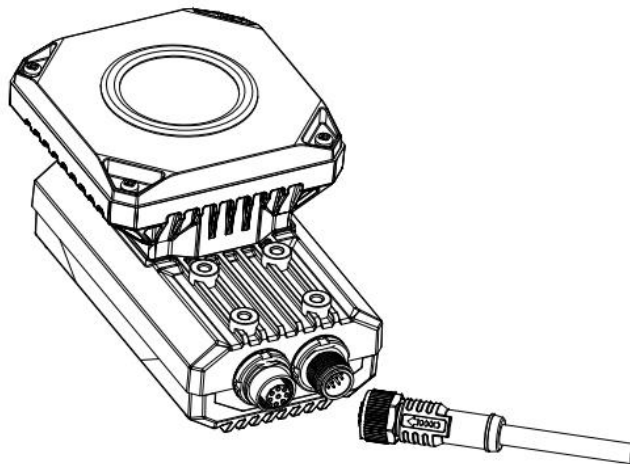

图3-4 设备 I/O 接口
3. 使用电源及 I/O 接口线缆，按照正确的接线方法接在合适的开关电源上给设备供电，如图 3-4 所示。设备接线请参考 2.4 电源及 I/O 接口定义章节。